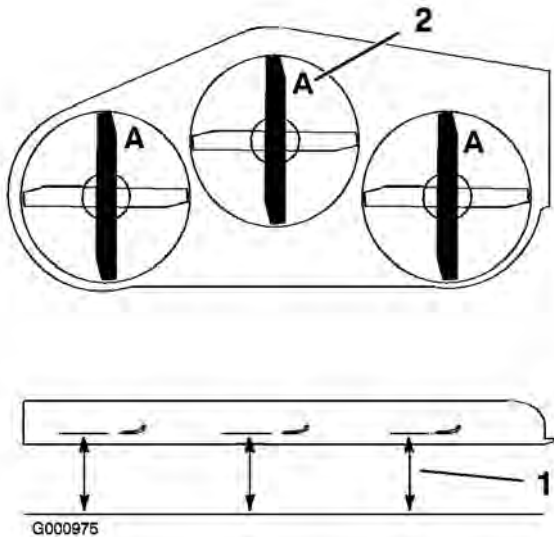

Figure 70
1. Tournez les lames dans le sens longitudinal (Figure 70). Mesurez la distance entre la surface plane et le tranchant (position **A**) des lames (Figure 70) et notez cette valeur.